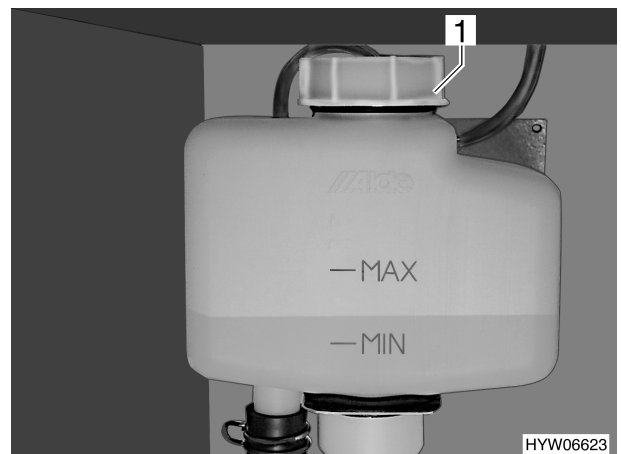

Bild 145 Ausgleichsbehälter Warmwasser-Heizung
- Prüfen, ob am Ausgleichsbehälter (Bild 145) die Flüssigkeit zwischen der Markierung "MIN" und "MAX" steht.
- Am Ausgleichsbehälter den Drehverschluss (Bild 145,1) aufdrehen.